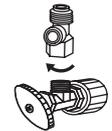

Figura 9.
4. Desconecta la manguera del conector de alimentación de agua y enrosca el conector en la salida de la válvula angular, justo donde estaba colocada previamente la manguera (ver Figura 9).